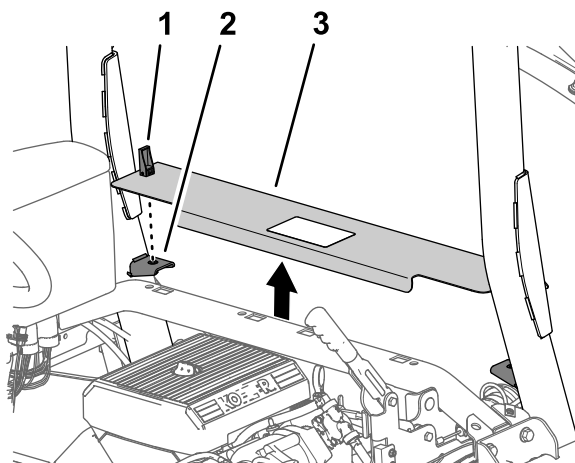

Рисунок 9
1. Поверните вверх рукоятки защелок панели доступа к двигателю (Рисунок 9).
2. Поднимите панель доступа к двигателю и снимите ее с машины (Рисунок 9).